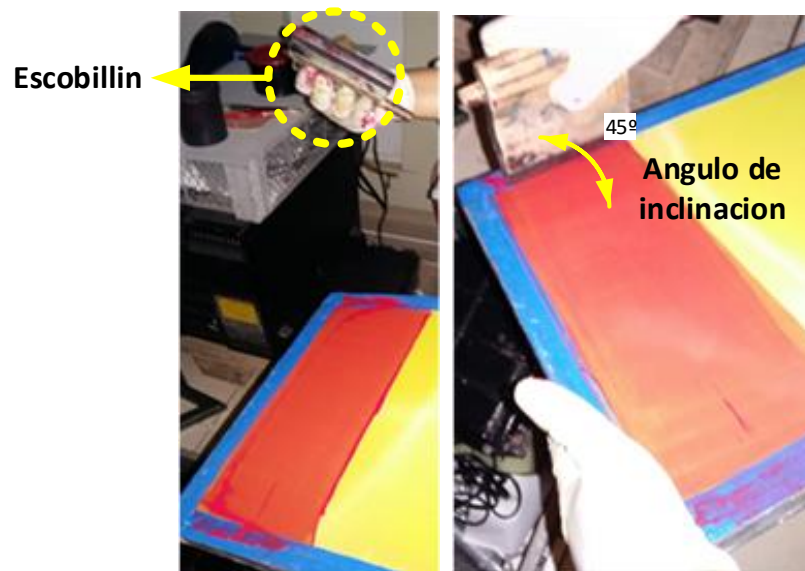

Figura 12. Se esparce la mezcla fotosensible por la tela del bastidor.
- ✓ Luego con la escobilla aproximadamente con un ángulo de inclinación de 45° se esparce la mezcla por ambos lados de la tela del bastidor hasta que quede una capa delgada y uniforme de composición como se muestra en la Figura 12.